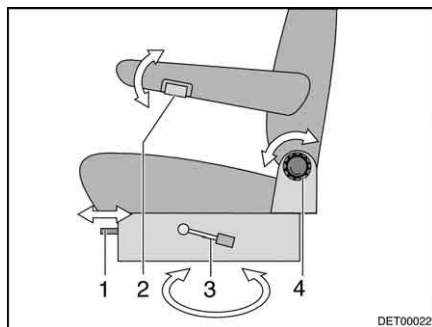

Fig. 2 Siège conducteur et siège passager
- Enfoncer le levier (Fig. 2,3).